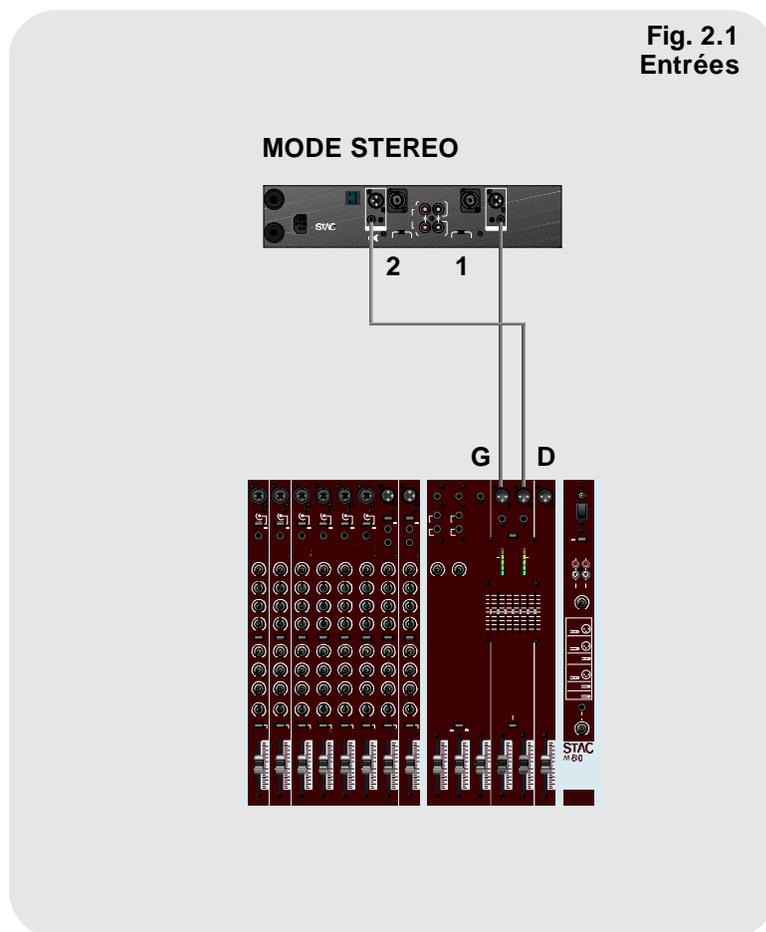

Fig. 2.2
Lorsque l'appareil est configuré en monophonie et que l'interrupteur "BRIDGED" (14) est enclenché (voir paragraphe 5.4 : Mode ponté), seule l'entrée "INPUT CH 1" (1) doit être raccordée (Fig. 2.2).